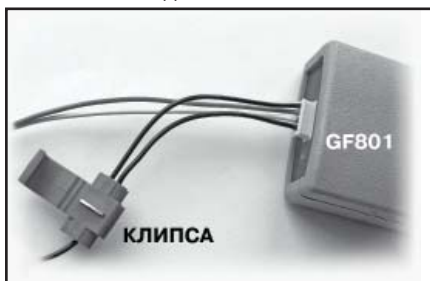

Рис.4. Подключение парктроника.
- Подключить клипсой (см. Рис.4) провод подсветки кнопок, отходящий от жгута дополнительного выключателя, к проводу питания подсветки клавиш бортсети а/м.
- В колодке паркทรอนิกส์ GF801 соединить между собой клипсой два провода черного цвета, отходящие от крайних контактов колодки, и подключить их к "массе" автомобиля (см. Рис.4).